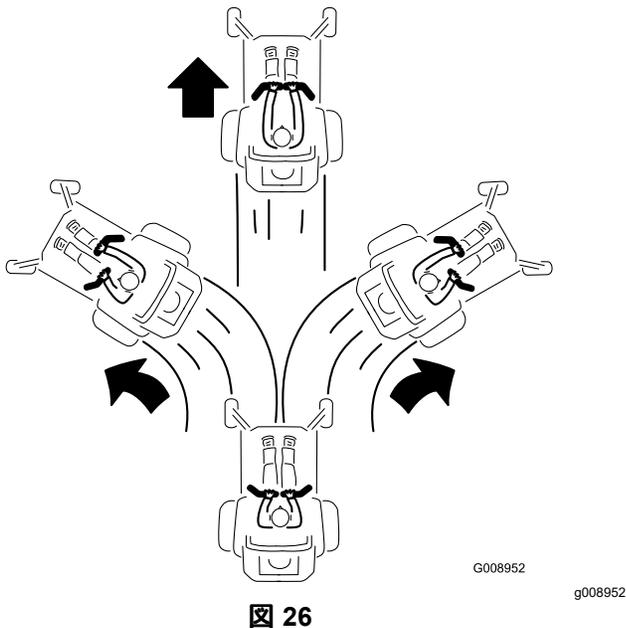

図 26
2. 前進するには、左右の走行コントロールレバーをゆっくりと前へ押し出す 図 26。